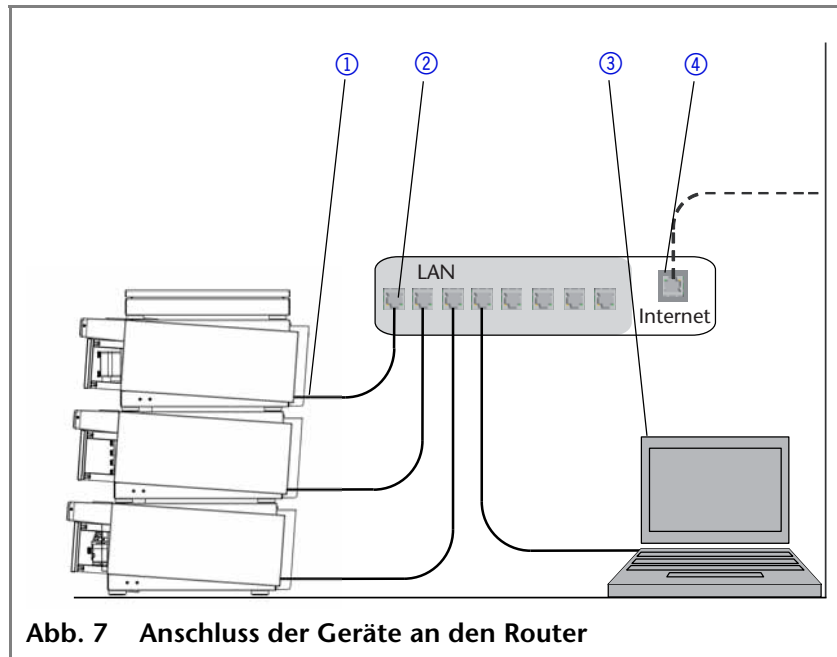

Abb. 7 Anschluss der Geräte an den Router
1. Lokales Netzwerk (LAN) entsprechend der Abbildung 7 verkabeln. LAN-Anschluss der Workstation und die LAN-Anschlüsse der anzuschließenden Geräte mit Netzwerkkabeln zu einem lokalen Netzwerk verkabeln.